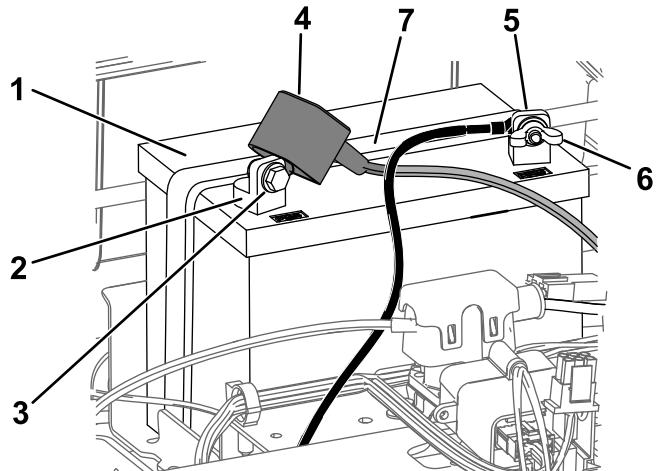

Figura 42
- Desconecte el cable negativo de tierra (negro) del borne de la batería (Figura 42).
- Desconecte el cable positivo (rojo) del borne de la batería (Figura 42).
- Retire la correa de sujeción de la batería (Figura 42) y levante la batería para retirarla de su bandeja.
1. Coloque la batería en la bandeja (Figura 42).
5. Fije la batería con la correa de sujeción (Figura 42).